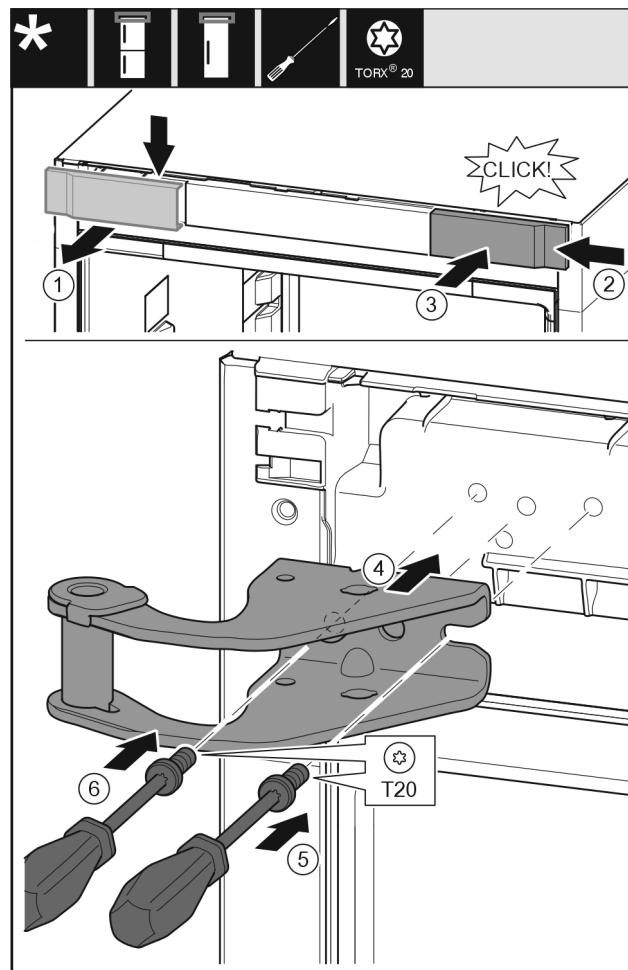

Fig. 12
- ▶ Retire la tapa desde la parte superior hacia el frente. Fig. 12 (1)
- ▶ Enganche por la derecha la cubierta girada 180° en el otro lado. Fig. 12 (2)
- ▶ Encaje la cubierta. Fig. 12 (3)
- ▶ Coloque el soporte de cojinete superior. Fig. 12 (4)
- ▶ Coloque y apriete el tornillo con el destornillador T20. Fig. 12 (5)
- ▶ Coloque y apriete el tornillo con el destornillador T20. Fig. 12 (6)